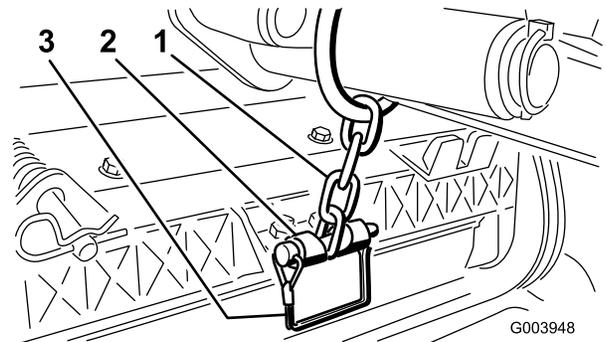

**Figura 10**
- A. Retire o pino de sujeição e a anilha que prende o veio da articulação do braço de elevação ao braço de elevação e faça deslizar o veio de articulação do braço de elevação para fora do braço de elevação (Figura 10).
- C. Insira o veio do braço de elevação no braço de elevação e prenda-o com a anilha e o pino de sujeição (Figura 10).